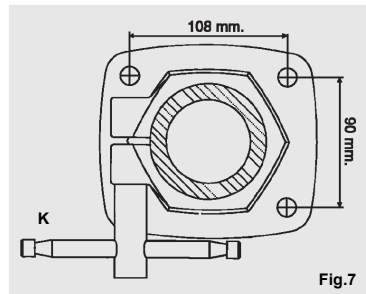

Fig.7
Deve-se considerar o espaço necessário para trabalhar, variável segundo o tipo de utilização à qual o Arrastador é destinado, de modo a poder avaliar a melhor posição sobre a qual colocar a base do suporte. No capítulo 3 eles são ilustrados varias utilizações e vários exemplos de colocação óptimas do Arrastador. Para o intra-eixo entre os furos no banco ter atenção à Fig.7
Verifique que a maçaneta de bloqueio (K) da coluna vertical na base tenha sido correctamente apertada (veja Fig.7).